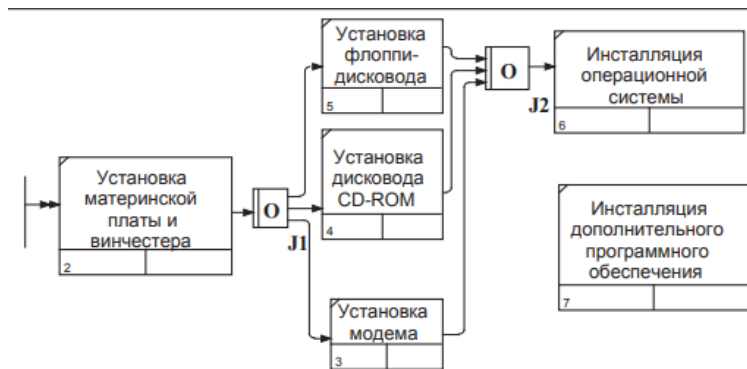

Рис.3. Диаграмма IDEF3 после создания перекрестков
- С помощью кнопки  на палитре инструментов внесите два перекрестка типа асинхронного «или» и свяжите работы с перекрестками, как показано на рис.3.